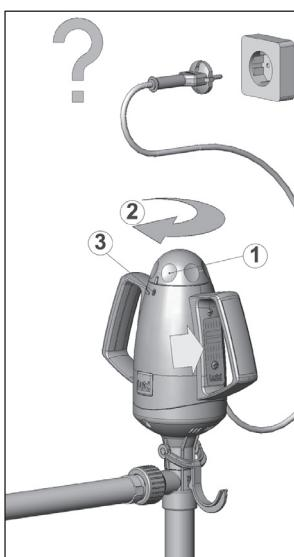

Fig. 4
De pomp wordt met de draaiknop (**zie fig.4, – pos.1**) met de wijzers van de klok mee ingeschakeld. Gelijktijdig wordt met het draaien (**zie fig.4, – pos.2**) het toerental van de pomp verhoogd. Om uit te schakelen moet de draaiknop tegen de klok in tot de aanslag worden teruggedraaid.